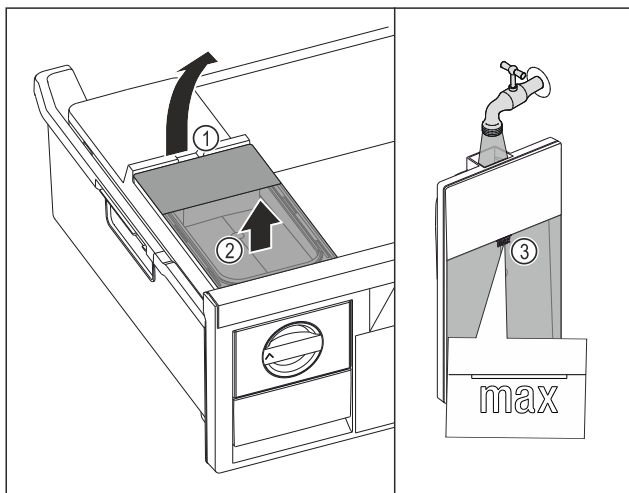

Fig. 71
- Dvignite rezervoar za vodo dvignite za izrez Fig. 71 (1).
- Rezervoar za vodo odstranite v smeri navzgor. Fig. 71 (2)
- Rezervoar za vodo napolnite s pitno vodo do oznake Fig. 71 (3).